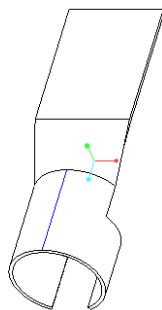

图 1-204 创建具有过渡区域的滚动折弯
(8) 在“折弯”选项卡中单击  (完成) 按钮，完成创建的滚动折弯效果如图 1-204 所示。